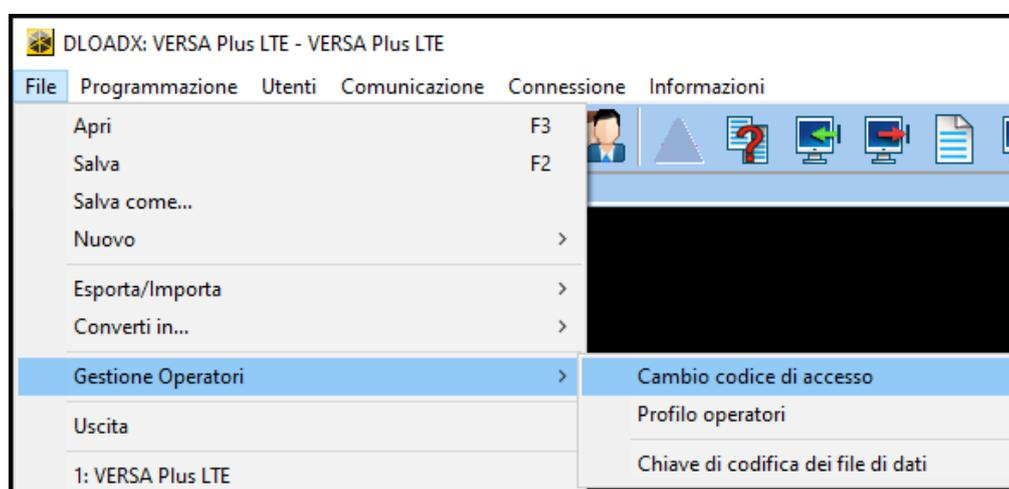

Fig. 5. Avvio della procedura per la modifica del codice di accesso al software DLOADX.
1. Premere su “File” → “Gestione operatori” → “Cambio codice di accesso” (Fig. 5).
È possibile programmare diversi codici di accesso al software DLOADX, ciascuno dei quali viene associato a un utente differente con differenti diritti. Per creare nuovi profili utente, entrare nel menu "File" → "Gestione operatori" → "Profilo operatori" (vedi: Fig. 5).